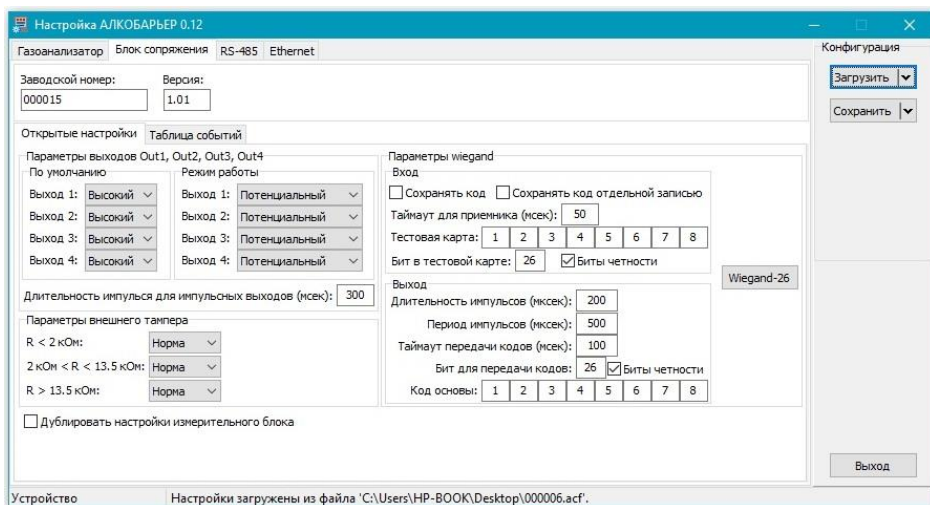

Рисунок 7 – Загрузка текущих настроек блока сопряжения
4.2 Если в момент загрузки к газоанализатору подключены дополнительные модули (блок сопряжения и др.), а в качестве источника загрузки было выбрано «*Устройство*», то во вкладках для настройки газоанализатора и подключенных дополнительных модулей в соответствующих полях отобразятся текущие параметры (настройки) газоанализатора и модулей (рисунок 7). Описание настроек дополнительных модулей приведено в инструкции по монтажу, пуску и настройке ЛНБА.413411.001ИМ.